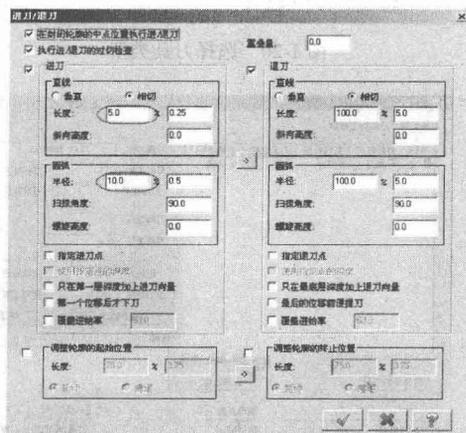

图 1-26 【进刀/退刀】设置
- (7) 单击 **进/退刀向量** 按钮，按照图 1-26 所示设置进刀/退刀向量值，然后单击  按钮。